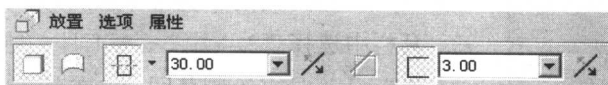

图 1-9 “拉伸”操控板
(9) 在“特征”工具栏中单击“拉伸”工具按钮,打开“拉伸”操控板。单击右侧的下拉按钮并选择“对称”选项,然后将拉伸深度设置为 30,单击“加厚草绘”按钮并将厚度值设置为 3,如图 1-9 所示。